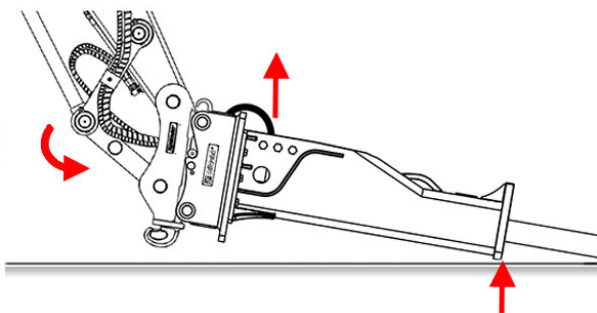

Abbildung 84: Anlageflächen liegen an
- Die Verriegelungsbolzen befinden sich unter der zu verriegelnden Achse des Geräteadapters, siehe *Abbildung 84*.